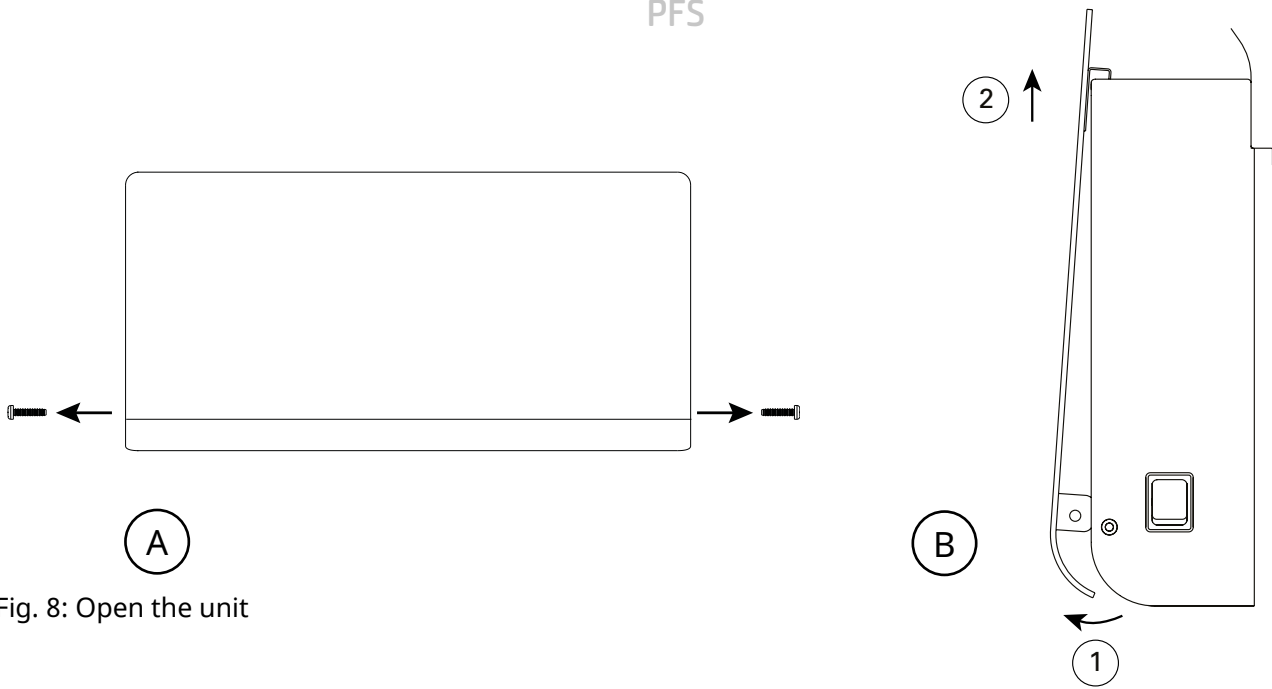

Fig. 8: Open the unit
2. Pour ouvrir le panneau avant, retirer les vis des extrémités en plastique (x2), tirer sur la partie inférieure, puis soulever le panneau. (Fig. 8)